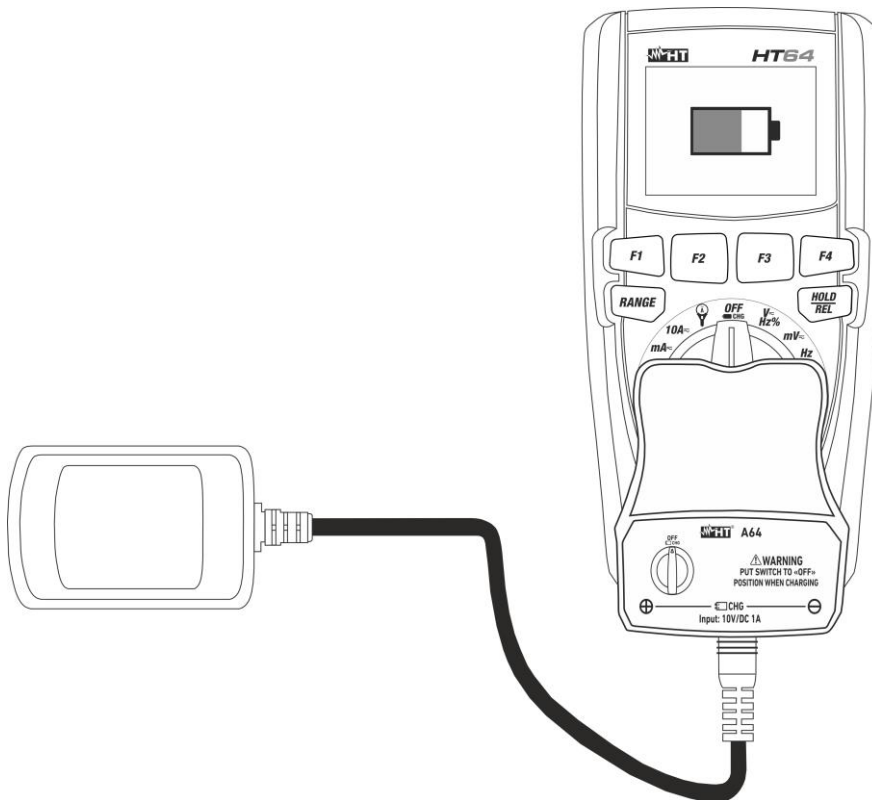

Abb. 33: Wiederaufladung der internen Batterie
2. Stecken Sie den Anschluss des Batterieladegerätes in das Gerät ein, in die vier Eingangsbuchsen (siehe Abb. 33).